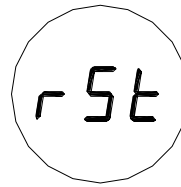

Figura 14: Reinicio de relés
- Los relés pueden reiniciarse utilizando un imán. Para ello, coloque el imán sobre el logotipo de GM de la cubierta de la unidad. Tras 3 segundos, en la pantalla aparece "rSt". Después de que el LED muestre este código, retire el imán. Los relés están ahora reiniciados (Figura 14).